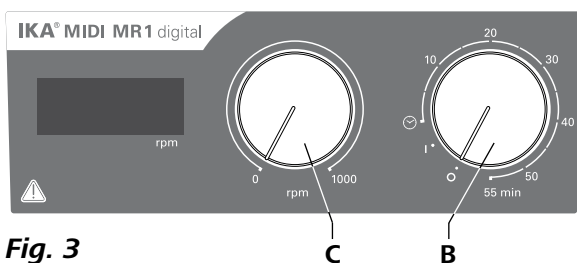

Fig. 3
- ☞ 开启仪器时，顺时针转动“开/关”和“定时”旋钮(B,见Fig. 3)至“1”位置。
- ☞ 开启仪器时，顺时针转动“开/关”和“定时”旋钮(B,见Fig. 3)至“☺”位置。
- ☞ 转动“转速”旋钮(C,见Fig. 3)设定马达转速。马达转速可在0到1000 rpm (MIDI MR 1 digital)以及0到600 (MAXI MR 1 digital)范围内调整。